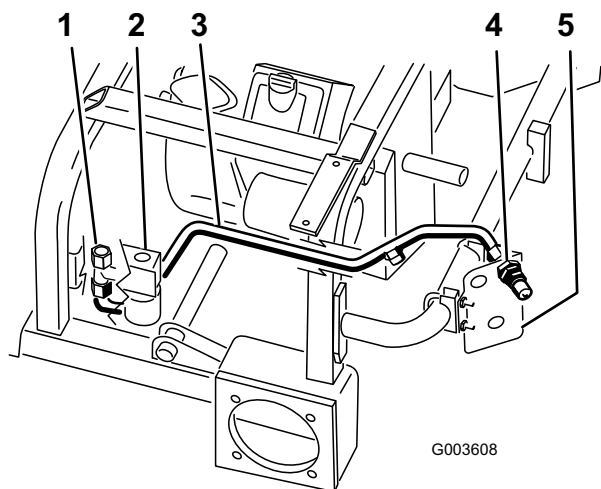

Figura 14
1. Posizionate il tubo idraulico numero 1 nella macchina, come illustrato nella Figura 14.
2. Montate il tubo idraulico numero 1 sul raccordo a T montato sul lato della valvola (Figura 14).
3. Montate il tubo idraulico numero 1 sull'accoppiatore maschio superiore (Figura 14).